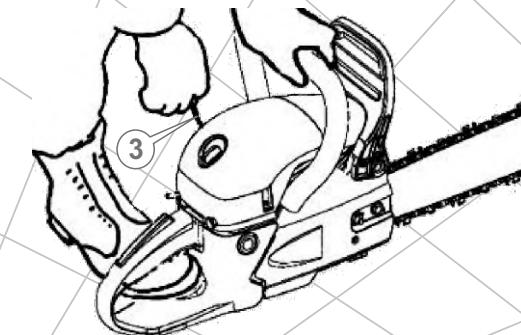
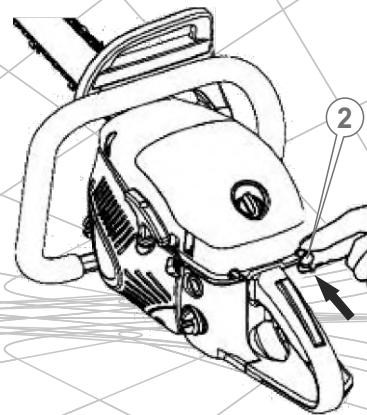

Рис. 17
Рис. 19
6. Установите бензопилу на ровной поверхности. Удерживайте изделие, как показано на рисунке (см. рис. 17).
9. Приведите в действие стартер двигателя: вначале осторожно потяните на себя рукоятку стартера (3) (см. рис. 17), пока не ощутите сопротивление. Ощущив сопротивление, верните рукоятку в исходное положение, а затем резко потяните на себя рукоятку стартера. Проделайте данную процедуру 2-3 раза, пока двигатель не начнет «схватывать». Как только двигатель начнет «схватывать», остановите процесс запуска бензопилы и сразу же откройте воздушную заслонку карбюратора, установив ручку заслонки в исходное положение (см. рис. 19).